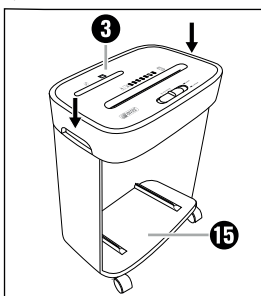

Fig. 2
- ◆ Presione el accesorio de corte **3** firmemente hacia abajo hasta que encastre audiblemente sobre la base del aparato **15** (consulte la fig. 2).